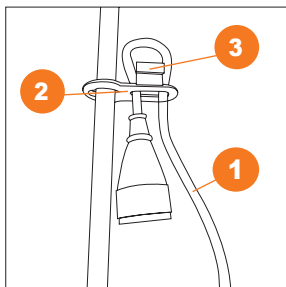

Рис. 13
6. Закрепите сетевой шнур удлинителя **1** в специальном зажиме **2** для предотвращения его отсоединения. Для этого, проденьте шнур **1** в петлю зажима **2** и зафиксируйте его, зацепив за крючок **3** (Рис. 13).